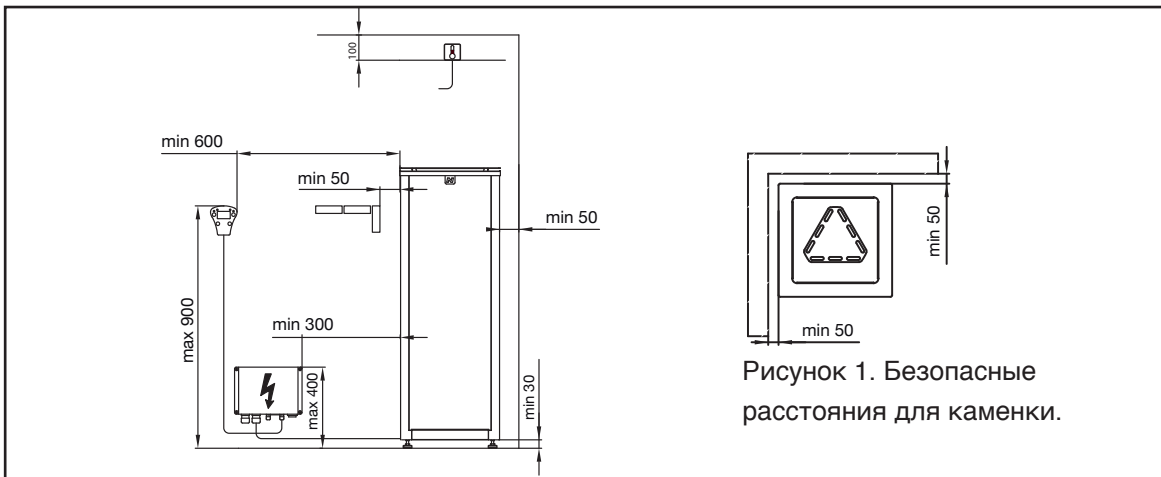

Рисунок 1. Безопасные расстояния для каменки.
**) См. рис.1
- Установите датчик температуры над каменкой, на стене, на расстоянии 100 мм от потолка (см. рисунок 1)
- В сауне максимальная высота установки пульта управления – 90 см, а минимальная – 60 см на боку каменки (см. рисунок 1).